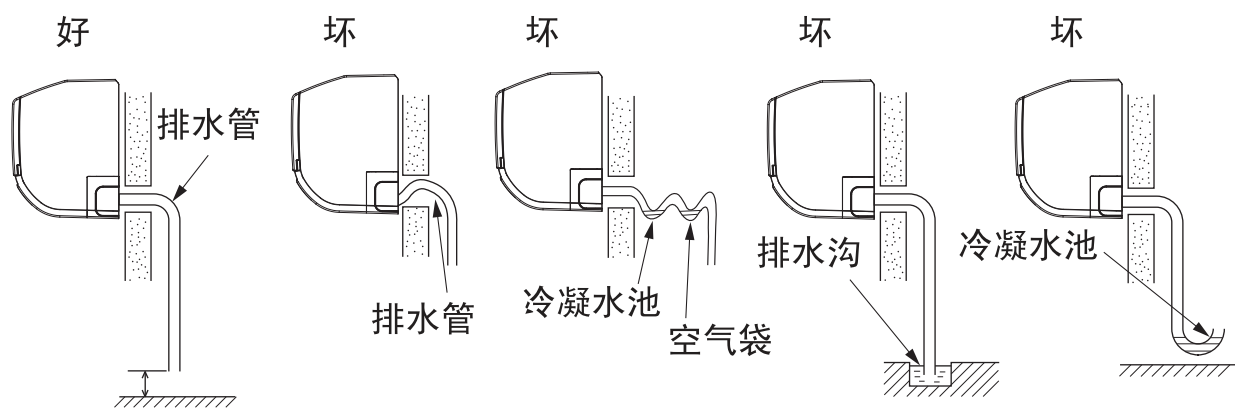

图29
- 1 用附件 ⑬ 排水管与室内机组的出水管连接起来。
- 2 如要使冷凝水流得舒畅，排水管应倾斜少许，如图29所示。